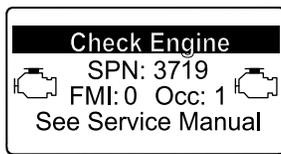

Figura 69
- Advertencia del motor SPN 3719, FMI 0 (Figura 69)